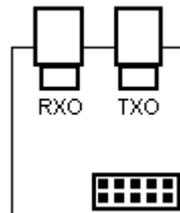

Figura 27
- Se conecta el extremo TXO del CPTTL/FO 1 por fibra óptica al extremo RXO del CPTTL/FO 2 (Figura 27)
- Se conecta el extremo TXO del CPTTL/FO 2 por fibra óptica al extremo RXO del CPTTL/FO 1 (Figura 27).